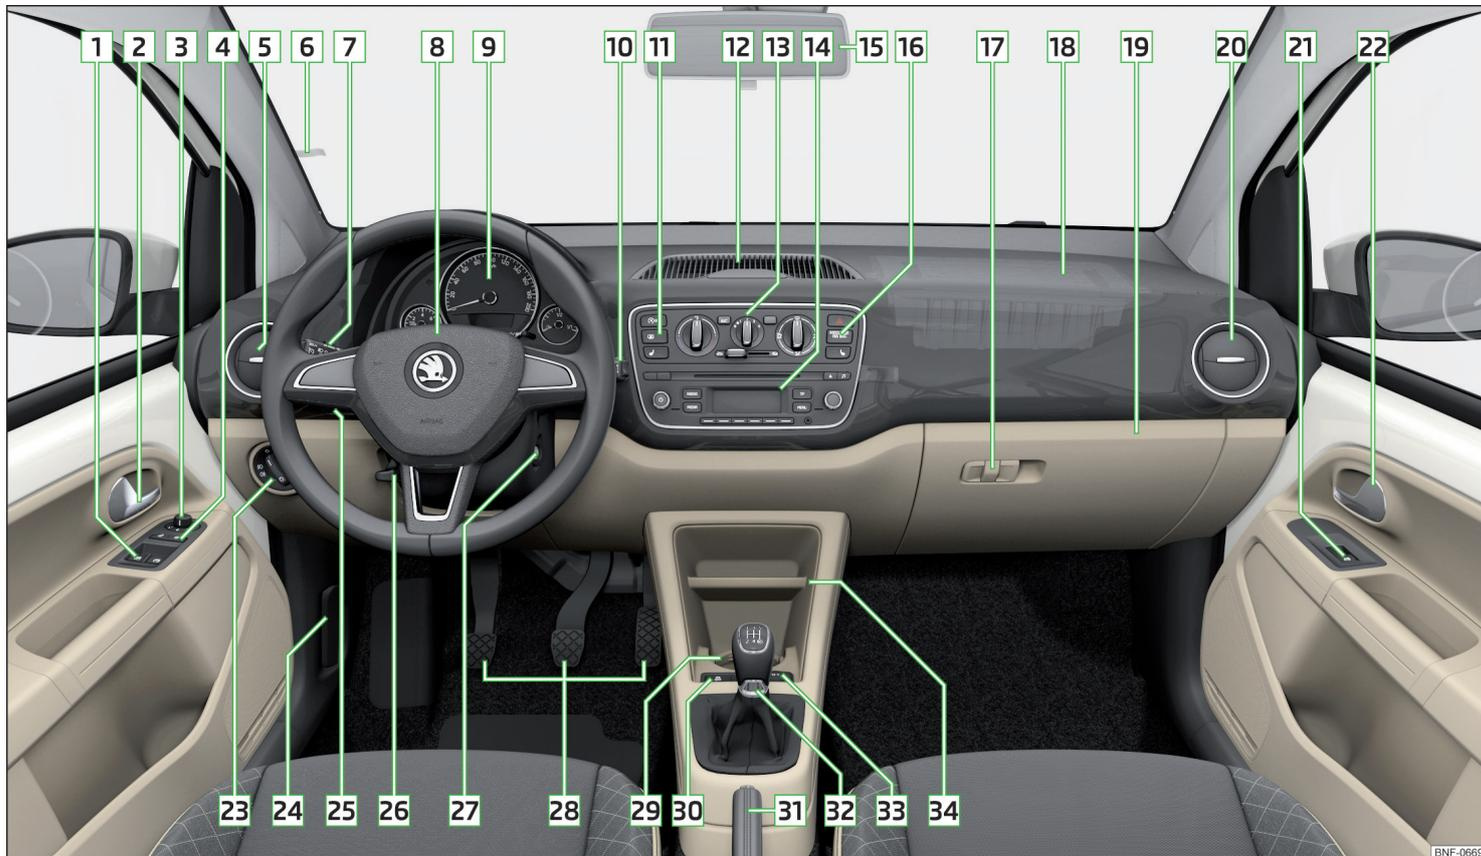

Fig. 17 Poste de conduite
- La disposition des commandes diffère partiellement de celle indiquée dans » fig. 17 sur les véhicules avec direction à droite. Les symboles des commandes sont toutefois identiques.